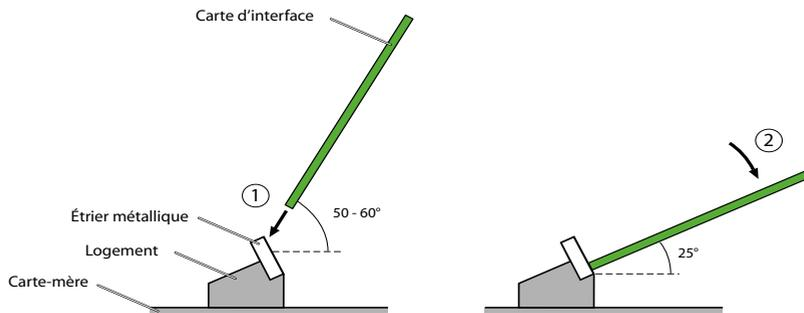

Fig. 22 Installer une carte d'interface
3. Placez la carte d'interface légèrement de biais dans le slot désiré (voir Fig. 22). Le côté de biais doit alors pointer vers l'arrière (il ne doit donc pas déborder sur les slots d'adaptateur de câblage).